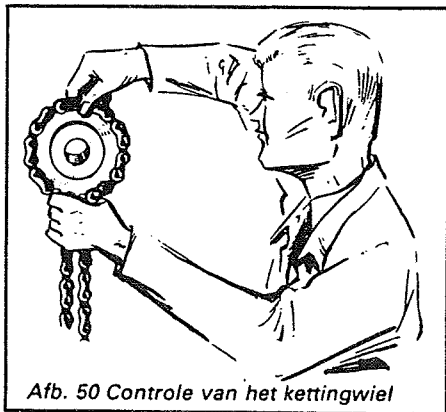

Afb. 49 Plaatsing kettingwielen ten opzichte van de lagering
2. Plaats - indien de constructie dit toelaat - de te monteren kettingwielen zo dicht mogelijk bij de lagers welke de assen ondersteunen. De assen zullen dan het minst op buiging worden belast (afb. 49) en het is gunstiger voor de lagers.